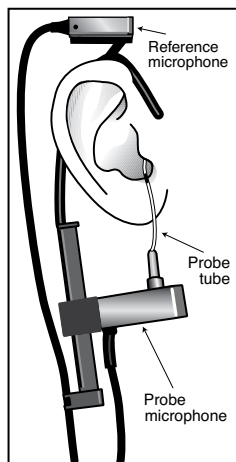
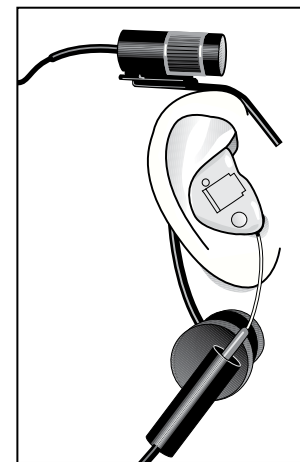

Figure 5.2.4B
Figure 5.2.4D
4. Insérez le tube sonde dans l'oreille du patient pour que la marque soit à l'endroit où devrait être le bas de la surface extérieure de l'embout auriculaire. Voir figure 5.2.4B.
Afin de garder le tube sonde en place, positionnez-le de manière à ce qu'il parcoure l'encoche du tragus, et repose contre le bord inférieur du tragus (Figure 5.2.4B). Si nécessaire, réglez le microphone intégré pour obtenir un meilleur placement. Si nécessaire, utilisez un ruban adhésif chirurgical pour stabiliser le tube.
NOTEZ BIEN: Les figures 5.2.4B et 5.2.4C contiennent les graphiques du microphone de sonde intégré. On peut voir la configuration du microphone de sonde de l'ancien modèle (Modèle M300, avec microphone de sonde séparé) dans la figure 5.2.4D.
1. Placer le microphone sonde intégré sur l'oreille du patient. Voir la figure 5.2.4B.